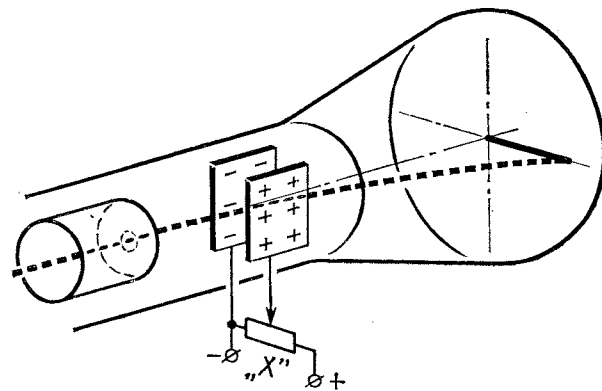

Рис. 6. Напряжение, поданное на вертикальные пластины, отклоняет луч по горизонтали. Пластины горизонтального отклонения луча связаны со входом «Х».
На рисунке показаны и отклоняющие пластины «Х» и «Y» (7). Из математики вы знаете, что ось «Х» — это горизонтальная ось, а ось «Y» — вертикальная. Пластины «Х» и вход осциллографа «Х» — это пластины и вход горизонтального отклонения, пластины «Y» и вход «Y» — вертикального отклонения луча. Если на пластины горизонтального отклонения луча подать соответствующее постоянное напряжение, то поток электронов, проходя между этими пластинами, отклонится в сторону положительно заряженной пластины. При изменении величины и знака отклоняющего напряжения светящаяся точка будет двигаться по горизонтальной линии (диаметру экрана) от одного края экрана к другому — и на экране будет видна горизонтальная линия (рис. 6). Эта линия будет видна, даже если мы будем очень медленно изменять отклоняющее напряжение. Происходит это потому, что почти все осциллографические трубки обладают послесвечением: люминофор некоторое время продолжает светиться после того, как электронный луч будет выключен или перейдет на соседние участки экрана. Такое свойство люминофора позволяет увидеть не отдельные точки изображения, а картину исследуемого сигнала в целом.